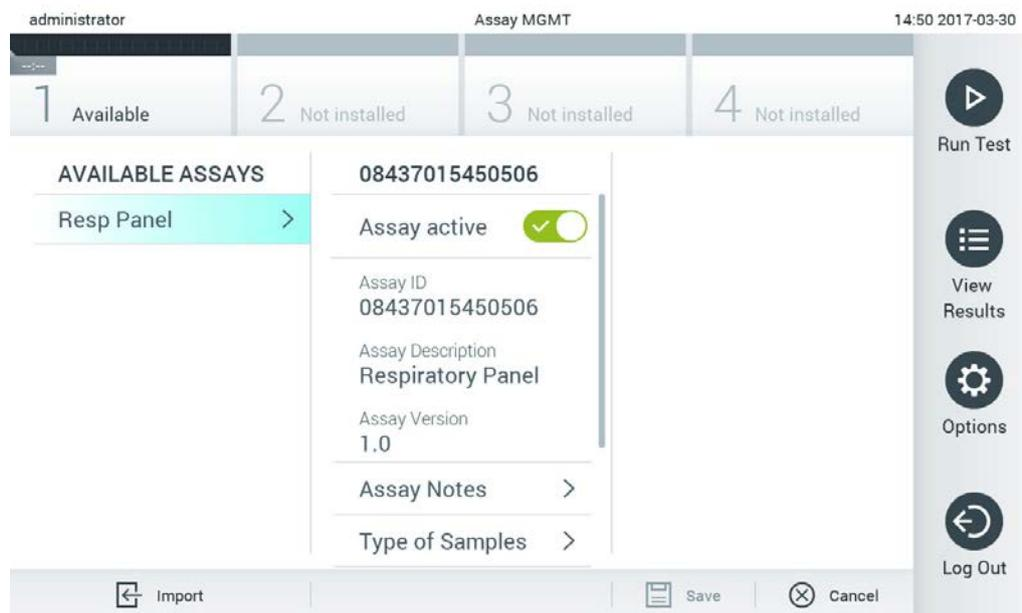

Figura 59. Administración de ensayos disponibles.
1. Pulse el botón **Options** (Opciones) y, a continuación, el botón **Assay Management** (Administración de ensayos) para acceder a la pantalla **Assay Management** (Administración de ensayos). Los ensayos disponibles aparecen en la primera columna de la zona de contenido (figura 59).